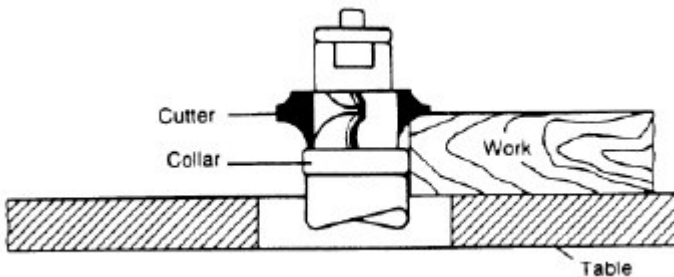

Abb. 7-8: Unterhalb des Fräasers
1. Bei Verwendung des Fräserkragens unterhalb des Fräasers (Abbildung 7-8) kann der Fortschritt des Schnitts jederzeit beobachtet werden. Ein Nachteil dieser Methode ist, dass ein versehentliches Anheben des Werkstücks zu Kerben im Holz führt und das Werkstück ruiniert.